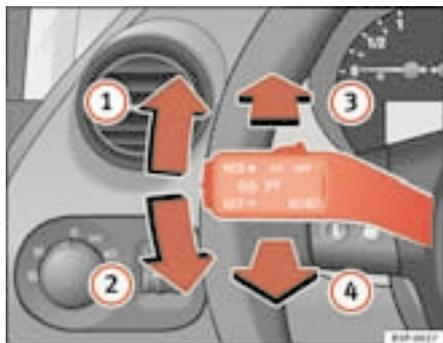

Fig. 77 Alavanca dos indicadores de direcção e dos máximos
- Carregar a alavanca para cima, até ao batente para cima ⇒ fig. 77 ①, para piscar à direita ou para baixo ②, para piscar à esquerda.
- Empurrar a alavanca para a frente ⇒ fig. 77 ③, para ligar os máximos.